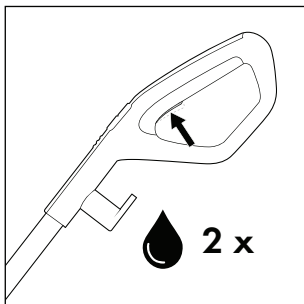
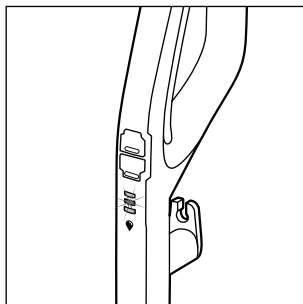

Fig. 14
Fig. 15
- ◆ Antes de cada utilização, prima duas vezes momentaneamente o botão solução detergente  **15**, para ativar a função de pulverização contínua e preparar o rolo de escova **6** com solução detergente (ver fig. 14). O indicador de solução detergente  **12** pisca alternadamente com a cor azul, quando a função de pulverização contínua estiver ativada ou o botão solução detergente  **15** for mantido pressionado (ver fig. 15).